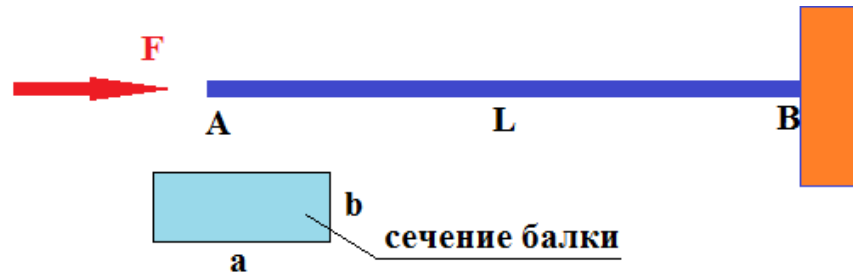

Рис.2
6. Найти максимальное значение силы, при которой прямолинейная балка (Рис.2), жёстко защемлённая на конце (В), не разрушится и не потеряет устойчивости. Материал и геометрия балки заданы параметрами: модуль Юнга $E = 2,2 \cdot 10^{11} \text{ (н/м}^2\text{)}$; предел прочности материала на сжатие $\sigma_y = 2 \cdot 10^6 \text{ (Па)}$; $a = 0,1 \text{ (м)}$, $b = 0,05 \text{ (м)}$, $L = 5 \text{ (м)}$.